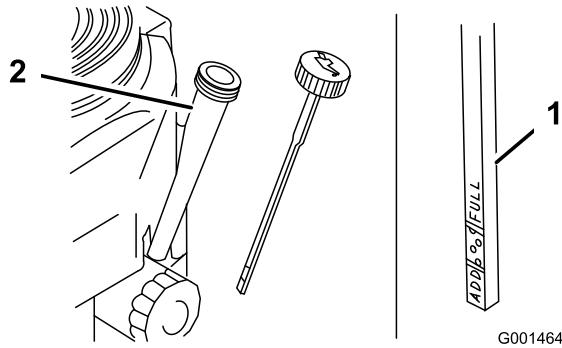

Figure 23
- Nettoyez la surface autour de la jauge d'huile (Figure 23) pour éviter que des impuretés ne s'introduisent dans le goulot de remplissage, ce qui risquerait d'endommager le moteur.
5. Retirez la jauge d'huile et essuyez soigneusement son extrémité (Figure 23).
6. Remettez la jauge au fond du tube de remplissage, mais sans la visser (Figure 23).
8. Versez avec précaution environ 80 % de la quantité d'huile spécifiée dans le goulot de remplissage (Figure 23).